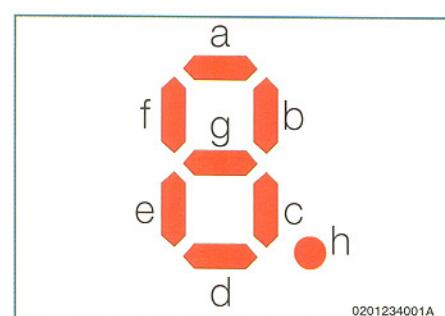

Bild 7: 7-Segment-Anzeige
- gemäß dem Bild 7 - die Segmente a, b, c, d und g in der Anzeige eingeschaltet werden. Es wäre nun wünschenswert, die für die Anzeige aller Ziffern notwendigen Kombinationen für das P4OUT Register aus einer Tabelle entnehmen zu können. Mittels eines Registers, das die darzustellende Zahl (0 bis 9) enthält, soll anhand der Tabelle der korrekte Wert definiert werden. Die Adressierungsart, mit der dies möglich ist, heißt „Indexed Mode“.